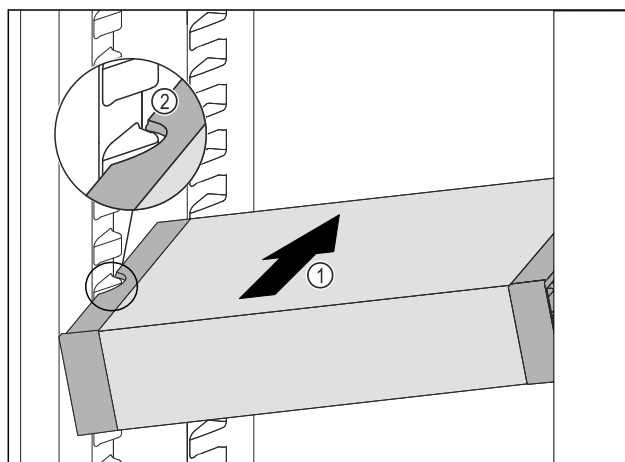

Fig. 161
- Zasuňte VarioSafe do chladničky pod úhlem tak Fig. 161 (1), aby vybrání na bocích Fig. 161 (2) VarioSafe byla na úrovni žebrování na nádoby v chladničce.